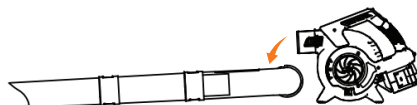

Рис. 7
5. Установите вакуумную трубу в отверстие для всасывания. Совместите отверстие в трубе и стрелку на корпусе. Вставьте трубу до щелчка, что бы закрепить ее (Рис. 7).